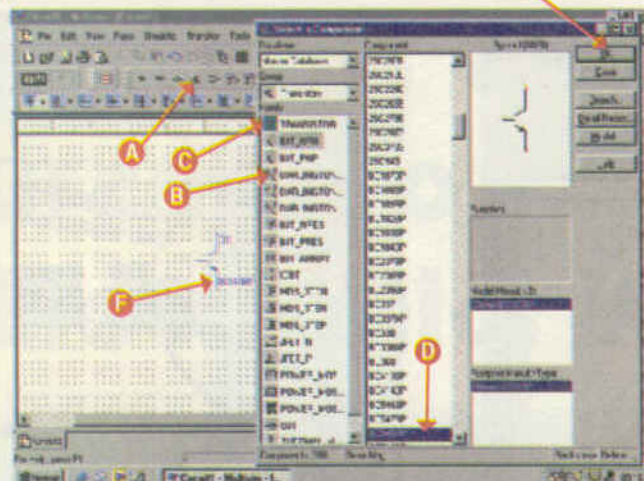

Figura 3 - Componentes reais
Para trabalhar com componentes reais, temos uma barra de ferramentas exibida na **figura 3** em (A) em que podemos fazer a seleção de uma biblioteca disponível no EWB. Essa biblioteca conta com até 18 000 componentes diferentes, e existe ainda o recurso do próprio usuário criar seus componentes adicionando-os à lista.